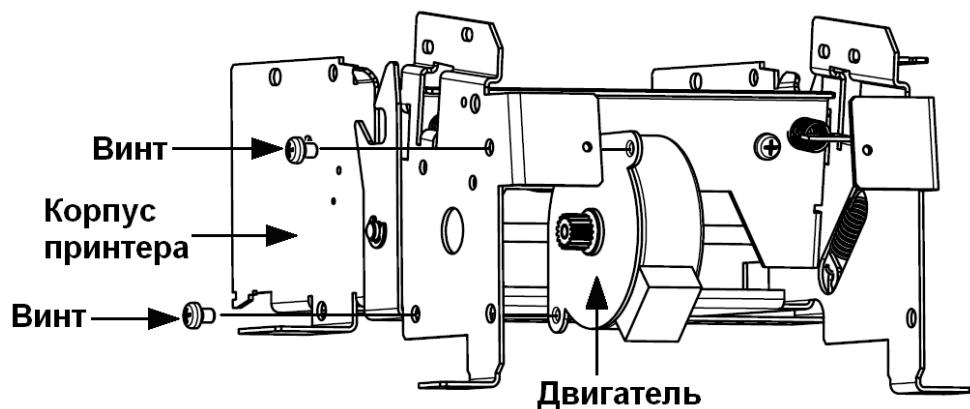

Рис.14 Снятие двигателя
- Снимите двигатель, открутив два винта, крепящих двигатель к корпусу принтера (см. Рис. 14).